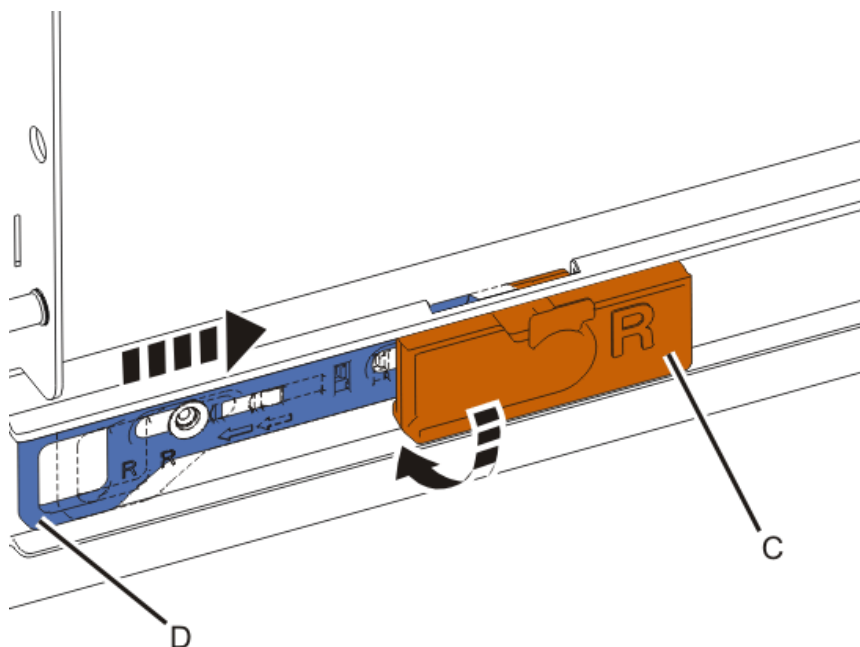

图 16 释放蓝色门锁
- d. 确保固定架 (C) 与导轨齐平，并且服务器机箱销位于固定夹中，如图 16 所示。
- e. 释放蓝色门锁 (D)。